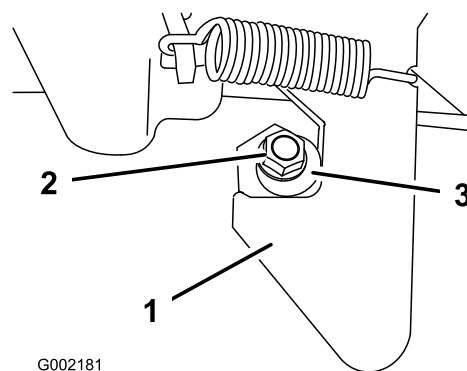

Figura 71
1. Desaperte a porca de bloqueio na extremidade do perno do trinco (Figura 71).
2. Rode o perno do trinco no sentido dos ponteiros do relógio até encostar na zona de gancho do trinco (Figura 71).